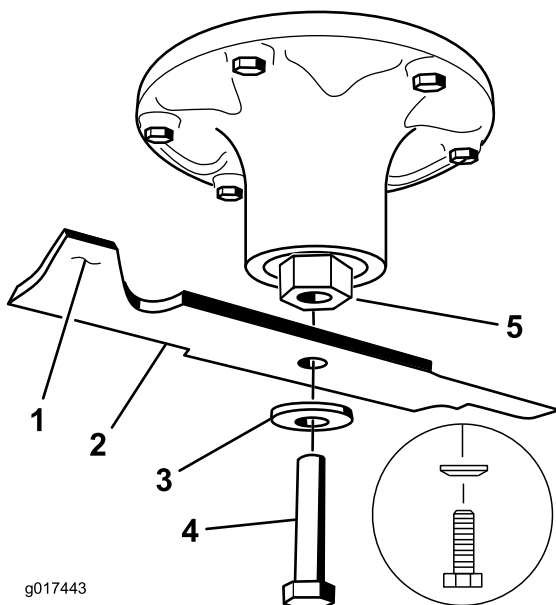

Рисунок 78
2. Отверните болт ножа, снимите изогнутую шайбу и нож с вала шпинделя (Рисунок 78).
1. Установите нож на шпиндель (Рисунок 78).
2. Установите изогнутую шайбу и болт ножа (Рисунок 78).